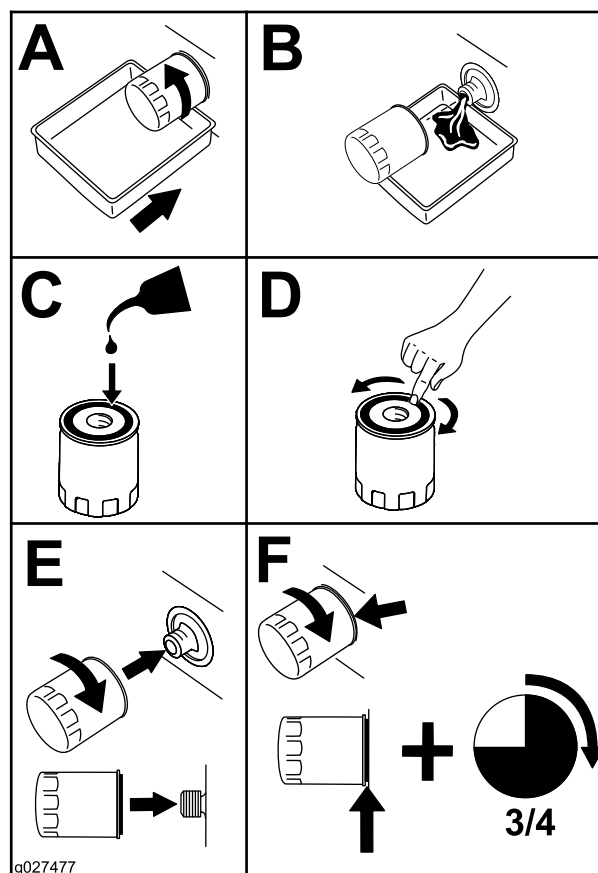

Figura 37
2. Cambiate il filtro dell'olio motore (Figura 37).